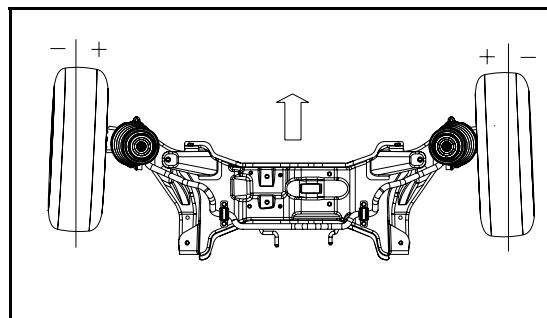

图 1-5 车轮前束
**3 车轮前束：**车轮前束是车轮偏离几何中心线向里偏转，而负前束则是车轮向外偏转，如图 1-5 所示。设置前束的目的是保证车轮平行滚动。前束也可补偿车辆向前行驶时，车轮支架系统产生的少量偏移。只有车轮设置前束合适时，车辆行驶时车轮才能在路上平行滚动。